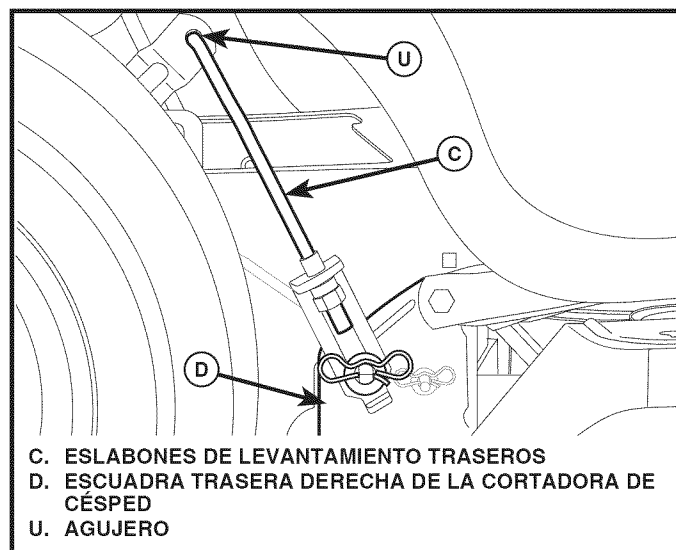

Fig. 37
7. INSTALE LOS ESLABONES DE LEVANTAMIENTO TRASEROS (C) (Vea Fig. 37)
- Inserte el extremo de varilla del eslabón de levantamiento trasero (C) dentro del agujero (U) en el brazo de suspensión del eje de levantamiento del tractor y haga oscilar el eslabón hacia abajo hacia la cortadora de césped.
- Levante la esquina trasera de la cortadora de césped y ubique la ranura en el conjunto de eslabones sobre la chaveta en la escuadra trasera de la cortadora (D); asegure con una arandela grande y un resorte de retención grande.